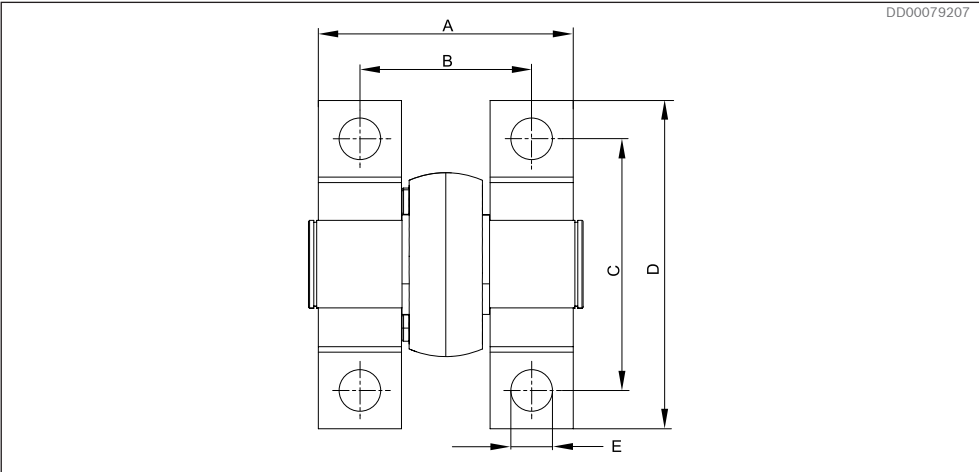

Fig. 32: Patrón de perforación de conexión articulada y cilindro hidráulico de DTCBM 1600 a DTCBM 4000
- 2 Patrón de perforación y medidas para fijar en el suelo ver Fig. 32 y Tabla 10